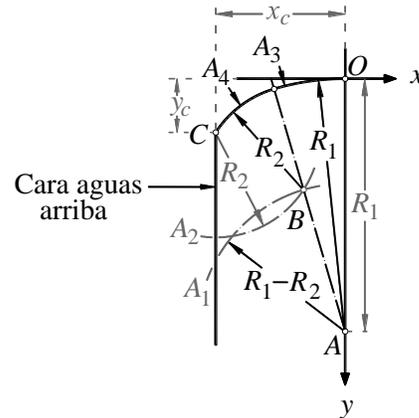

Figura 2. Método gráfico para determinar el perfil aguas arriba de la cresta de un cimacio.
b) Dibujar el perfil del cimacio aguas arriba de la cresta, empleando el método gráfico, figura 2. Justifique el perfil con los trazos realizados.